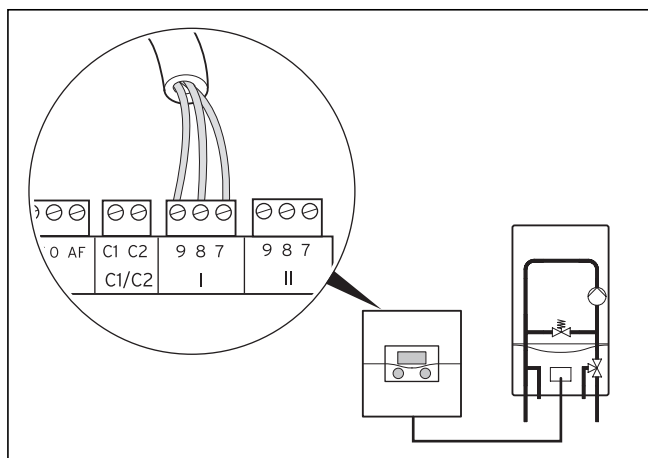

Рис. 5.1 Подключение отопительного аппарата
- Выполните соединительную проводку отопительного аппарата с помощью соединительной линии (мин. $3 \times 0,75 \text{ мм}^2$) (→ рис. 5.1).